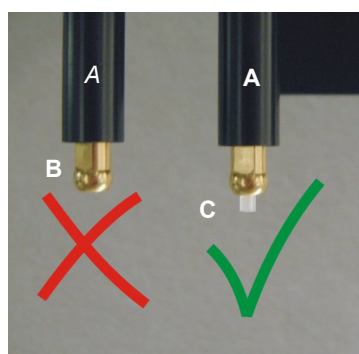

Рис. 7-35 Пипетирующая трубка MultiSense
- ♦ Убедитесь, что трубка не вставлена обратно в адаптер наконечника. Она должна выступать, как показано на Рис. 7-35 «Пипетирующая трубка MultiSense», Рис. 7-68.